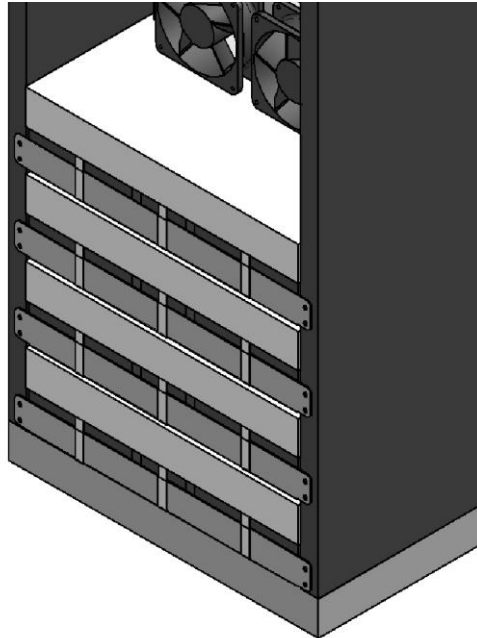
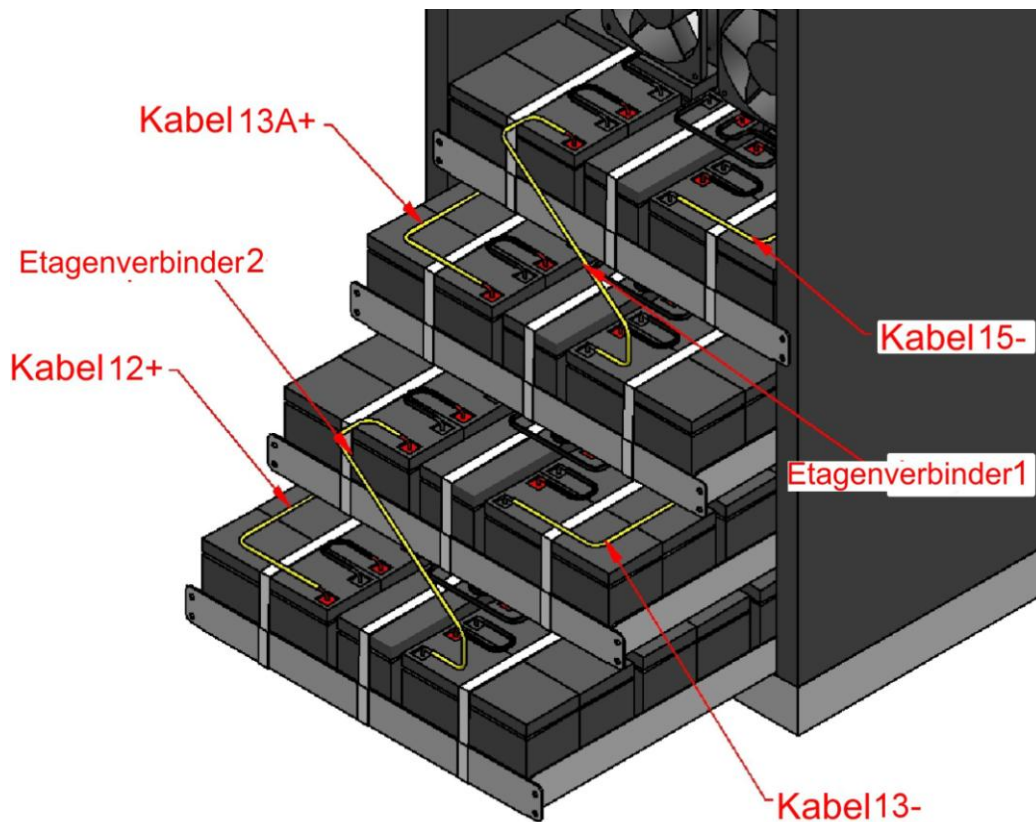

Bild 9 – Karton 3,3Ah Batterie Schutz
Bild 13 – 7Ah/9Ah Batterie Verbindungen
- 2) Entfernen Sie die Kartonabdeckung von den Batterien (siehe Bild 9).
- 3) Verbinden Sie die Batteriekabel gemäß Bild 13. Entfernen Sie die Kartonabdeckung von den Batterien (siehe Bild 9).